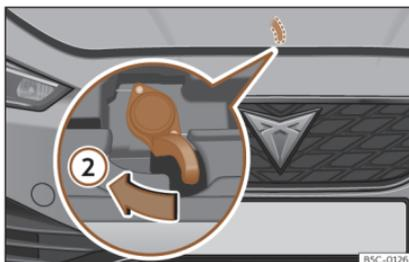

Fig. 216 Palanca bajo el capó.
- Para levantar el capó haga presión hacia la izquierda con la palma de la mano hacia abajo en la palanca situada debajo del capó, en el centro >>> **fig. 216** ②. Los ganchos de sujeción quedan desbloqueados.